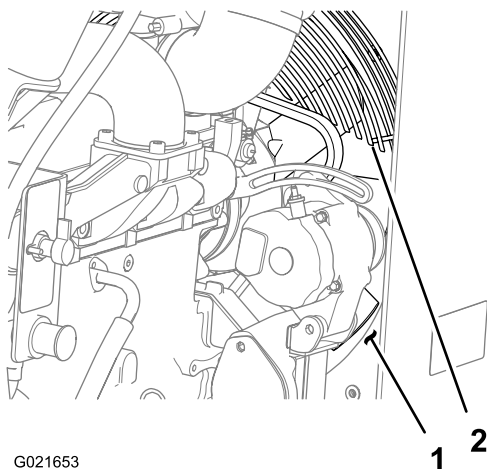

Figure 88
7. Faites pivoter la grille de ventilateur dans le sens antihoraire autour de l'arbre d'entraînement du ventilateur jusqu'à ce que l'ouverture dans la grille soit à la position 4 heures (Figure 88).